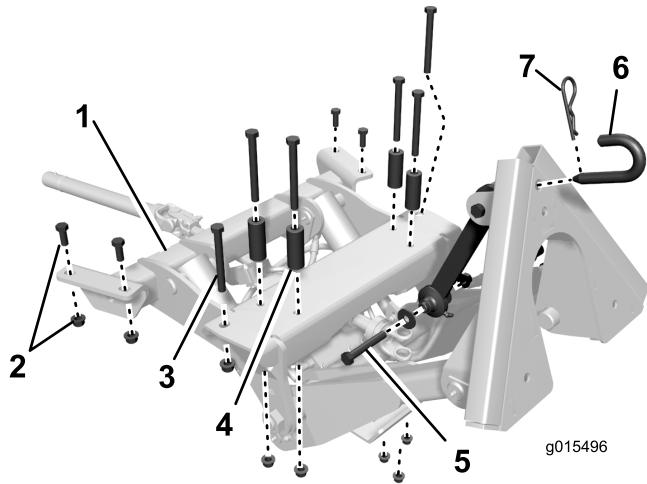
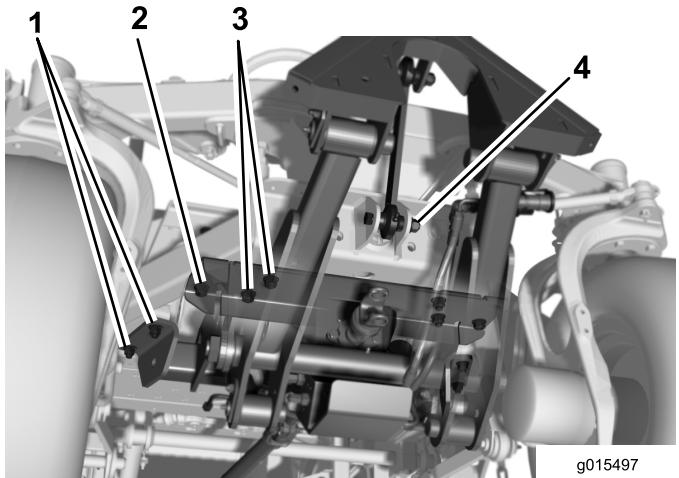
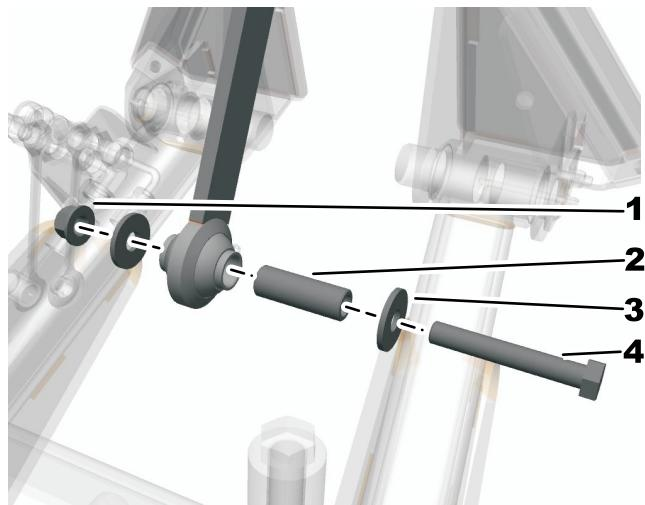

図 5
図 6
図 7
3. 前アタッチメントフレームを機体の前部に置く図6。
4. 前アタッチメントフレームを持ち上げて取り付け穴をフレームの穴および前フレームのクロスプレートに合わせる図6。
1. 図5は、前アタッチメントフレームをトラクションユニットのフレームの下側に取り付ける位置や、取り付け用の金具類の大きさや位置を、上から見た状態を示している。
5. アタッチメントの前部で、左右にある外側穴を、フレームのチャネル鋼に合わせて固定する  $1/2 \times 4-1/2$  インチねじと  $1/2$  インチフランジナットを使用する 図 6。
6. アタッチメントの後部で、左右をフレームのチャネル鋼に固定する  $1/2 \times 1-1/4$  インチねじ 2本と  $1/2$  インチフランジナットを使用する 図 6。
7. 残っている取り付け穴4つを使って、アタッチメントをフレームのクロスプレートに固定する  $1/2 \times 4-1/2$  インチねじ、スペーサ、 $1/2$  インチフランジナットを使用する 図 6。スペーサはねじの頭とクロスプレートの間にに入る。
9. トップリンク・アセンブリをアクスルサポートに固定する  $1/2 \times 3-1/4$  インチねじ、サポートワッシャ2枚、 $1/2$  インチロックナットを使用する 図 5と図 6。ワッシャは、アクスルサポートの耳の外側に入れる。スペーサを取り付けてトルク締めする  $67\text{--}83\text{ft-lbs}$   $91\text{--}113\text{Nm} = 91\text{--}11.5\text{kNm}$  図 7。